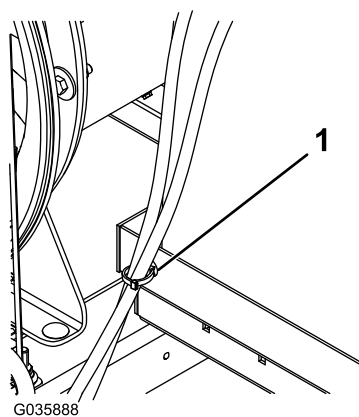

**Figuur 9**
11. Maak de ontluuchtingslang vast aan de koolstofhouder met de slangklem die u eerder hebt verwijderd; zie (Figuur 9).